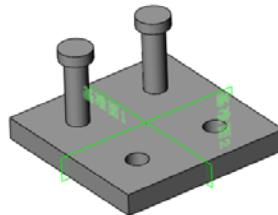
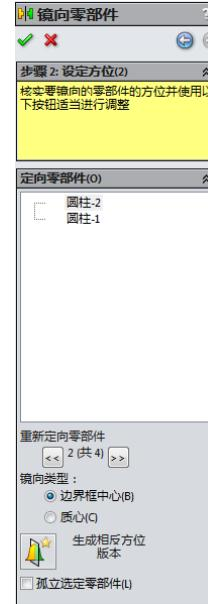

图 7-58 镜像后的图形
图 7-59 “镜像零部件”属性管理器
**11** 确认镜像的零件。单击属性管理器中的“确定”图标按钮 $\checkmark$ ，零件镜像完毕，结果如图 7-58 所示。
**13** 设置属性管理器。在“镜像基准面”一栏中，选择如图 7-58 所示中的基准面 2；在“要镜像的零部件”一栏中，选择如图 7-58 所示中的两个圆柱。单击属性管理器中的“往下”图标按钮，此时属性管理器如图 7-59 所示。